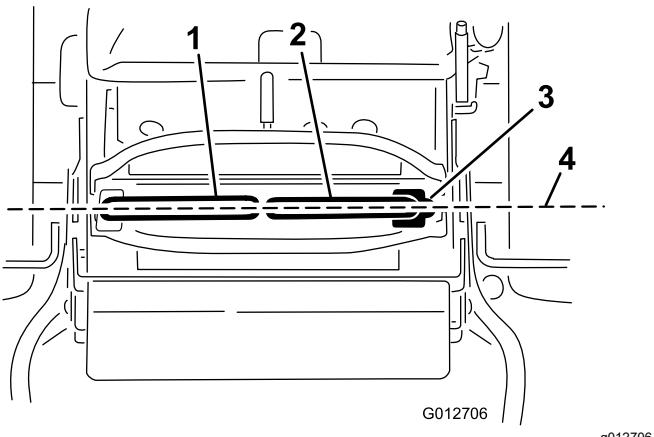

Figura 69
Importante: Compruebe que el avance es correcto después de ajustar las palancas de control de movimiento (Figura 69).
- Cuando termine la alineación horizontal, compruebe la alineación adelante-atrás empujando ligeramente hacia adelante las palancas de control de movimiento para eliminar cualquier holgura del acoplamiento de las palancas de control (Figura 69).